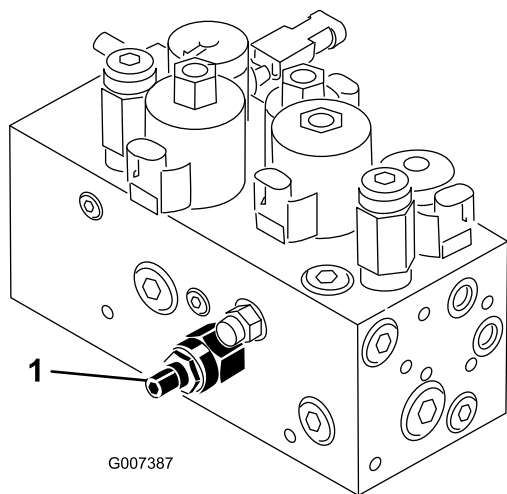

Figure 55
Le circuit de relevage/descente des plateaux de coupe de cette machine est muni d'un régulateur de débit (Figure 55). Celui-ci est ouvert en usine d'environ 3 tours. Cependant, un réglage est parfois nécessaire pour compenser les différences de températures de l'huile hydraulique, de vitesses de tonte, etc. Dans ce cas, procédez comme suit :
1. Soulevez le siège et trouvez le régulateur de débit du cadre de traction central (Figure 55) situé sur le côté du collecteur hydraulique.